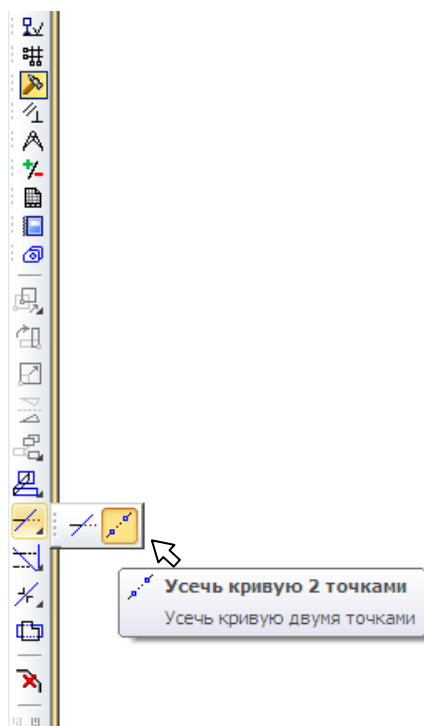

Рис.16
8) С помощью команды «**Усечь кривую двумя точками**» (рис.16) на странице «**Редактирования**» удалите мишенью участки отрезков между кривыми. Для этого щелкните мишенью в любой точке прямоугольника. Прямоугольник выделиться красным цветом.